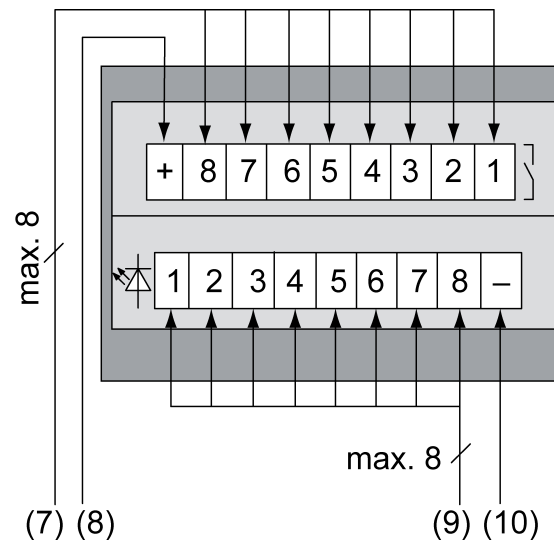

Bild 2: Beispielanschluss Tastsensor-Modul 4fach
- Tragring (1) lagerichtig auf eine Gerätedose montieren. Kennzeichnung **TOP** = oben beachten; Kennzeichnung **A** vorne. Ausschließlich beiliegende Dosenschrauben (7) verwenden.
- Rahmen (2) auf Tragring stecken.
- Tastsensor-Modul (4) gemäß Anschlussbeispiel an Relaisstation anschließen (Bild 2).